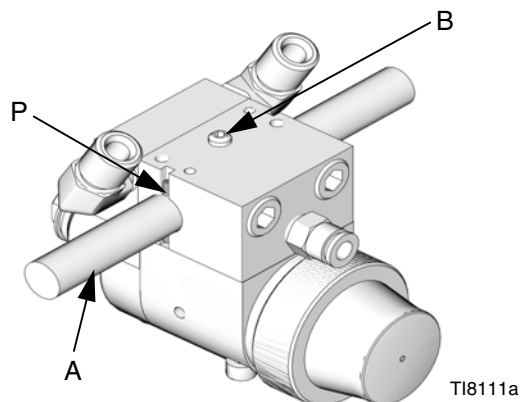

FIG. 3: Montering af frem- og tilbagegående arm
1. Indfør monteringsstangen (A) gennem hullet i manifolden som vist i FIG. 3.